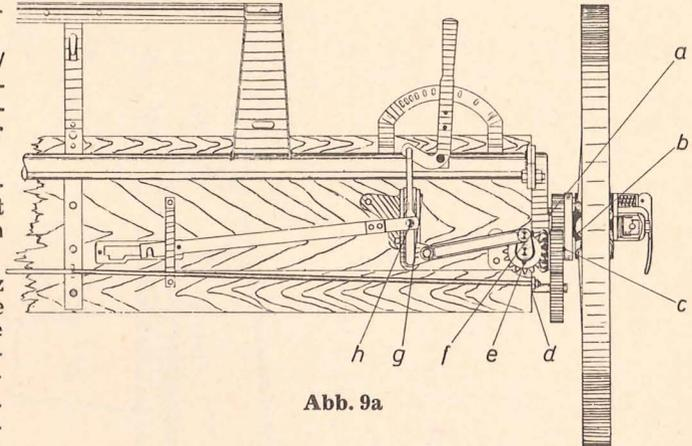

Abb. 9a
9. Nach jedem Einsatz soll die Maschine mit einer Fettpresse an folgenden Stellen geschmiert werden (s. Abb. 9a u. Aufstellung unten).